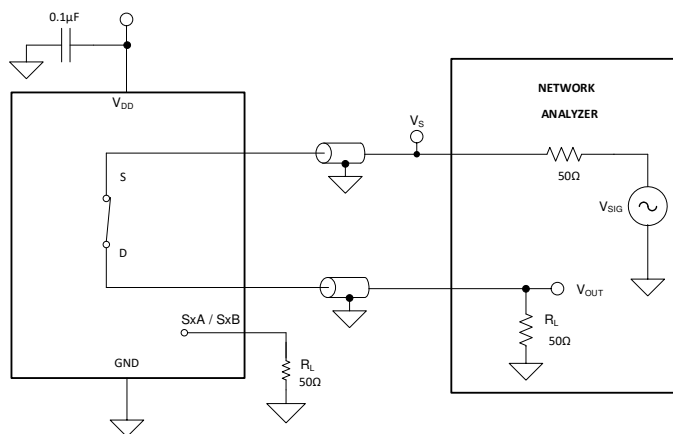

図 6-9. 帯域幅測定時の設定
帯域幅は、入力をオンチャネルのソース ピン (Sx) に印加したときに、デバイスのドレイン ピン (D) で測定される出力の減衰量が、3dB 未満である周波数の範囲として定義されます。図 6-9 に、帯域幅を測定する際の設定を示します。